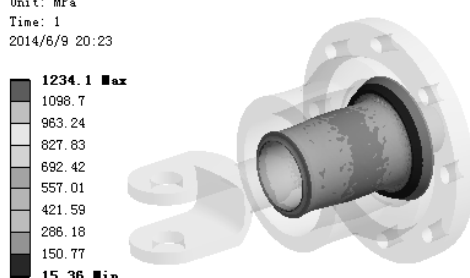

图 7.10.12 应力结果图解 (shaft-bush)
(4) 查看 shaft-bush 零件应力结果图解。在“Outline”窗口中选中  Equivalent Stress 3, 查看图 7.10.12 所示的零件 shaft-bush 的应力结果,其最小应力为 15.36 MPa,其最大应力为 1234.1MPa。